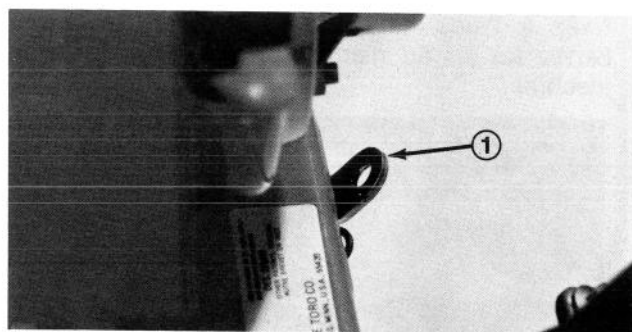

Figure 9
1. Tirez le bras du sélecteur de vitesse aussi loin que possible (Fig. 9) et mettez la manette de commande située sur la plaque de commande en position MARCHE ARRIÈRE (R) pour faciliter le montage.